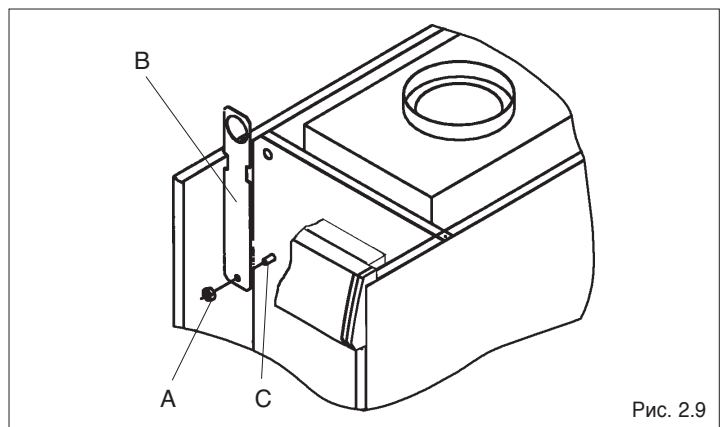

Рис. 2.9
- отвинтите гайку A верхнего переднего болта (Рис. 2.9);